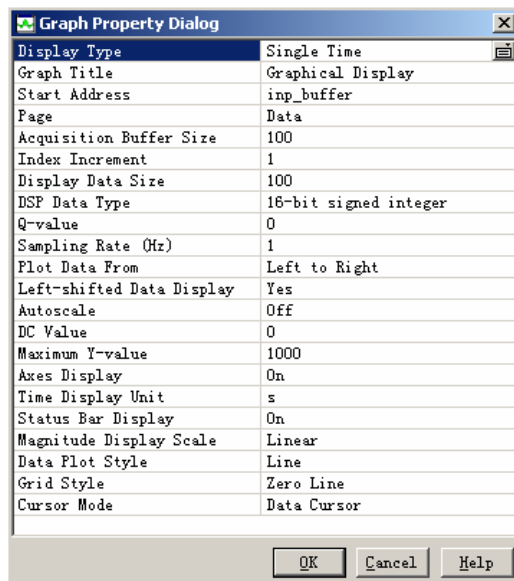

图 5.28 更改图形属性
(1) 选择“View→Graph→Time/Frequency(显示→图形→时域/频域)”。弹出 Graph Property 对话框，如图 5.28 所示。